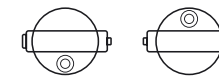

Fig. 6
a) Mettez la bulle à zéro et faites pivoter la longue-vue de 180°. La bulle doit rester au centre (Fig. 6).